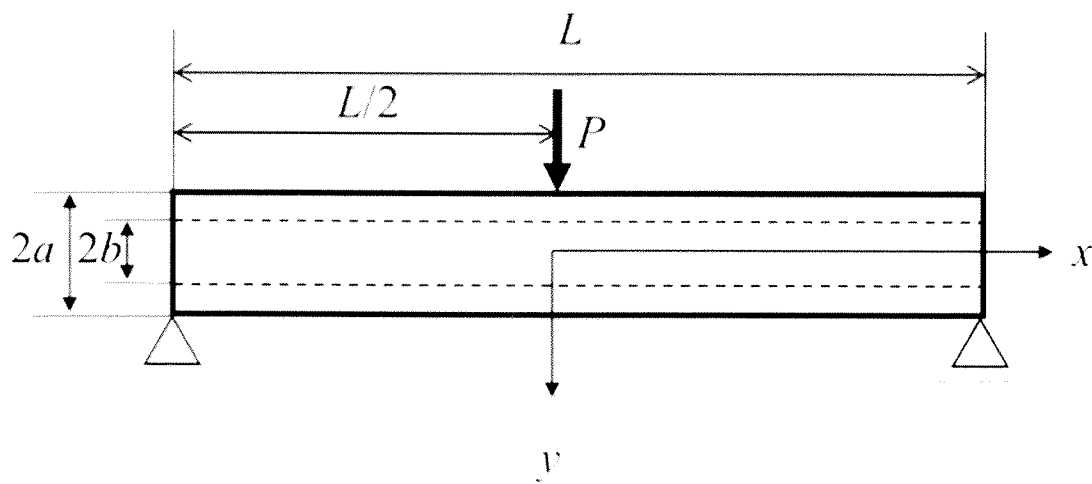

图 2
2. 図2に示すように，この円筒の長手方向の中心に集中荷重  $P$  を加える。支点でのたわみはゼロとする。ただし，ヤング率を  $E$  とし，ベルヌーイ・オイラーの仮定を用いるものとする。